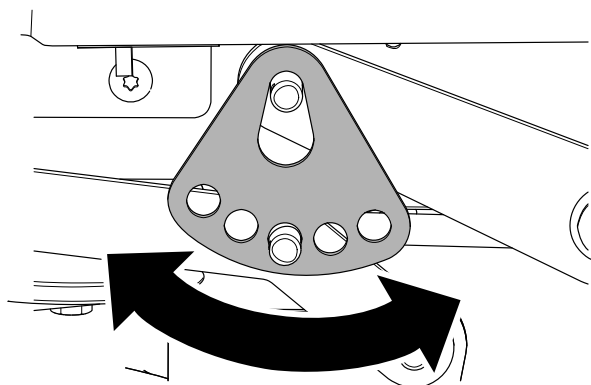

Figura 70
7. Gire la pletina de altura de corte hasta un orificio diferente, de modo que sostenga el peso de la carcasa de corte después de instalar la pletina (Figura 70).
8. Instale la arandela y la chaveta (**Figura 70**).